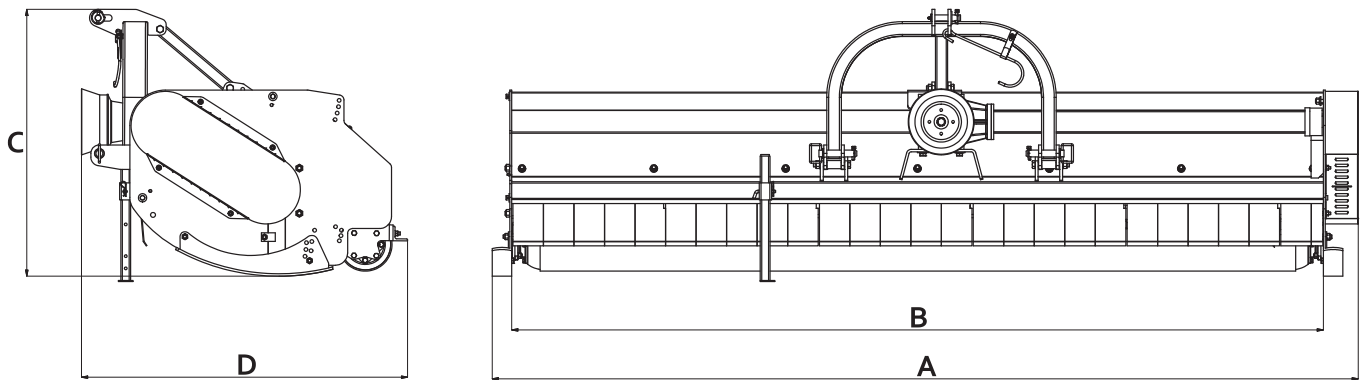

Fig. 1
Der Häcksler **h82 - h82 PLUS**, besteht im wesentlichen aus einer Metallstruktur mit zentralem Gestell für die Dreipunktaufhängung (2 Abb. 1), einem Rotor, der mit Hacken (13-14 Abb. 1) versehen ist und sich im unteren Teil befindet und der die Bewegungsübertragung von seitlich befindlichen Riemen (7 Abb. 1) erhält. Die Energie für den Betrieb der Maschine wird vom Traktor durch eine Gelenkwelle (mit CE-Zeichen) übertragen, die zentral an der Zapfwelle (10 Abb. 1) der Übersetzungsgruppe (5 Abb. 1) einrastet, und daran anschließend auf den Rotor mit den Arbeitswerkzeugen übertragen wird, und zwar über den seitlichen Riemenantrieb (7 Abb. 1). Je nach der auszuführenden Arbeit können verschiedenen Typen von Werkzeugen montiert werden:
- Universalmesser (14 Abb. 1) zum Häckseln von Gras und Gestrüpp leichter Kulturen wie: Gerste, Hafer, Weizen etc.
- Schlägelmesser (13 Abb. 1) zum Schneiden härteren Häckselguts wie Gras und Zweige bis zu 5-6 cm Durchmesser etc.